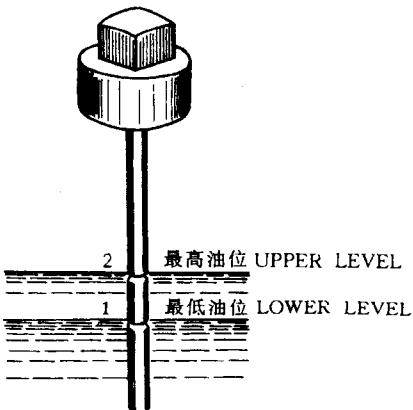

图 1-13 用油标尺检查油量
(1) 认真检查好机器。重点检查以下各点:
- ① 机器各部螺钉、螺栓有无松脱。
- ② 传动装置(皮带或靠背轮)是否良好。
- ③ 调速拉杆、节气门、阻风门是否灵活自如。
- ④ 压缩压力是否正常,有无漏气现象。
- ⑤ 高压导线、火花塞、电源线是否清洁、完好和接牢。
- ⑥ 油箱及化油器有无损坏、漏油,油路是否畅通。
- ⑦ 断电器白金、火花塞间隙是否正确,火花是否正常。
(2) 检查油池里的润滑油质量和数量。将机器放平,把活塞转至上止点(可卸下火花塞,扳动主轴,在活塞上行时,用 1 根竹筷探出活塞顶部最高点,即为上止点),拧出油标尺,如发现润滑油严重变黑或粘度太小时,表明润滑油已变质,应换新润滑油;如果油质良好,即可用干净布或餐巾纸将油尺擦净后拧回原位,再拧出来,检查油位是否在标尺两条刻线中间(正常油位),如图 1-13 所示。图中“1”为最低油位,有的油尺用“E”(Empty)表示,“2”为最高油位,有的油尺用“F”(Full)表示。如油位在低于“1”位时必须加足。严禁在润滑油不足或变质的情况下开机,否则会造成机器的严重损坏,导致拉缸,烧瓦事故。此外要注意油池内不可混入别种油类,以防润滑油变质。目前,国内外先进的机组配有润滑油报警装置,通过传感器发出信号,可防止因缺失润滑油而造成汽油机的损坏。尽管如此,定期检视仍很重要。
(3) 根据备用或停电应急供电性质,备足符合规格品牌的汽油和润滑油。
(4) 清点整理好器材、备件、工具或雨具。
(5) 装车运输前,机器必须放置稳当。化油器、消声器、油箱、配电箱等薄壳部位要注意防